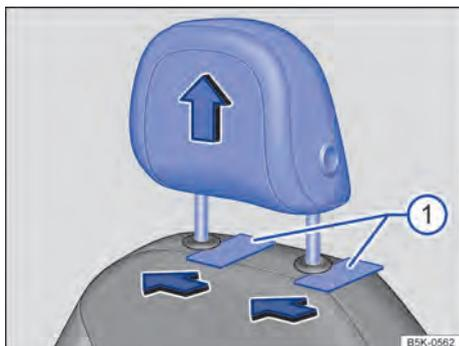

Fig. 47 Desinstalar o apoio para cabeça dianteiro.
- Para desbloquear, empurrar um objeto chato, por exemplo, cartão de plástico, entre o revestimento do encosto do banco e as capas de cobertura das barras guia do apoio para cabeça ⇒ Fig. 47 , enquanto uma segunda pessoa puxa totalmente para baixo apoio para cabeça.